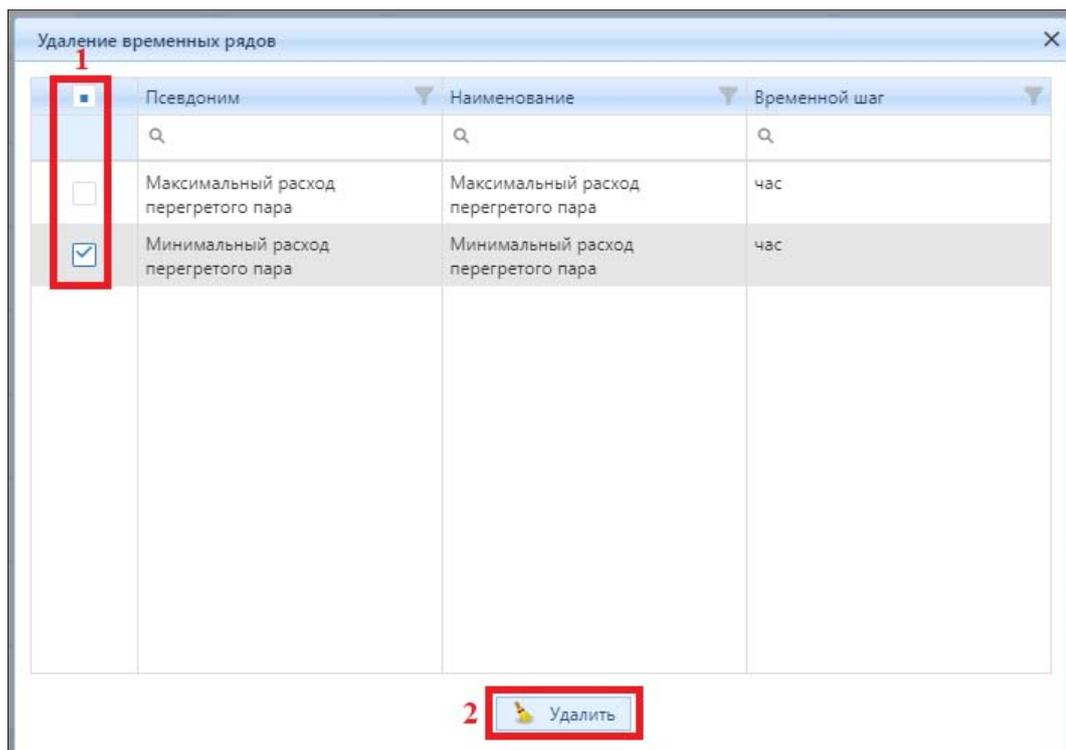

Рисунок 4.2.16 – Внешний вид окна «Удаление временных рядов»
После нажатия появится окно «Удаление временных рядов» (рис. 4.2.16). В данном окне установите признак в колонке (1) напротив необходимого временного ряда. Далее нажмите на кнопку (2) «Удалить» (рис. 4.2.16) для удаления записи временного ряда с настройками, помеченной признаком. После нажатия администратор вернется в подраздел «Временные ряды», а запись автоматически удалится из списка с временными рядами.